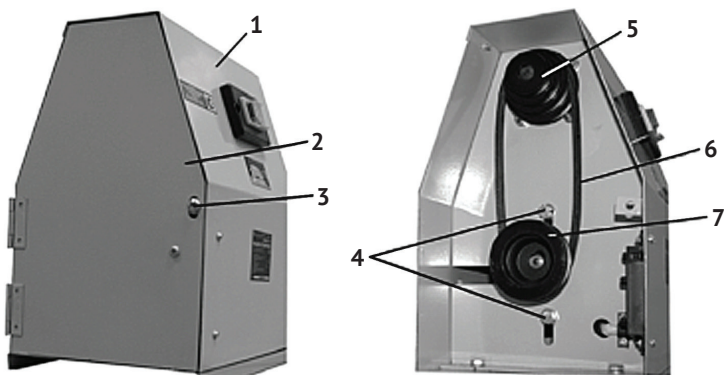

Рис. 3
### 3.1.2 Контроль и регулировка натяжения ремня (рис.3)
Перед началом эксплуатации и через каждые 20 часов наработки необходимо проверять натяжение приводного ремня (рис.3 поз.6) и, при необходимости проводить регулировку:
- выкрутив винт (рис.3 поз.3), открыть дверцу (рис.3 поз.2) передней бабки;
- ослабить болты (рис.3 поз.4) крепления двигателя с ведущим шкивом (рис.3 поз.7);
- для ослабления натяжения ремня необходимо поднять двигатель с ведущим шкивом (рис.3 поз.7) к шкиву шпинделя (рис.3 поз.5). В таком положении ремень можно снять (при замене) или переставить в другие ручки (для изменения скорости шпинделя);
- зафиксировать установленное положение ремня привода, затянув болты (рис.3 поз.4) крепления двигателя.